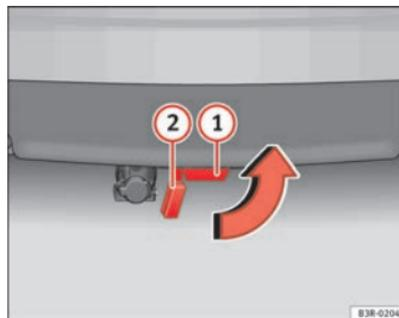

Fig. 171 Parachoques trasero: colocar el tapón
- Extraiga la rótula del tubo de enclavamiento tirando de ella hacia abajo **1** ⇒ **página 220, fig. 171**. Al hacerlo, la chapaleta de cierre que hay en el tubo de enclavamiento **2** lo cerrará automáticamente.